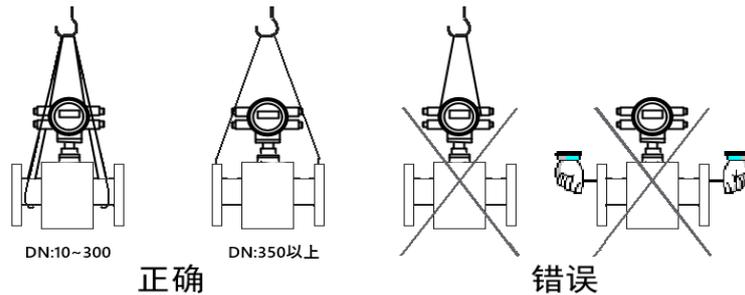

图 20
1. 拆箱时要小心，不要弄坏仪表。运到安装地点前最好不要拆箱，以免损坏仪表。仪表吊起时使用安装环，切勿用棒或绳子穿过传感器测量管将仪表吊起。正确的吊起方式参见图 20。